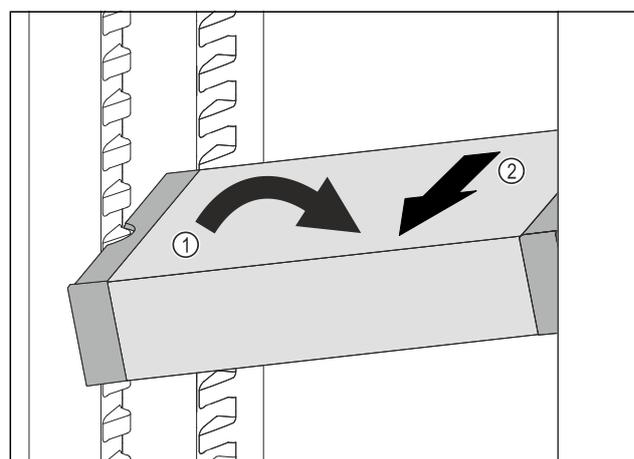

Fig. 85
- ▶ Incliner le VarioSafe dans la partie réfrigérateur. Fig. 85 (1)
- ▶ Sortir le tiroir VarioSafe par l'avant. Fig. 85 (2)